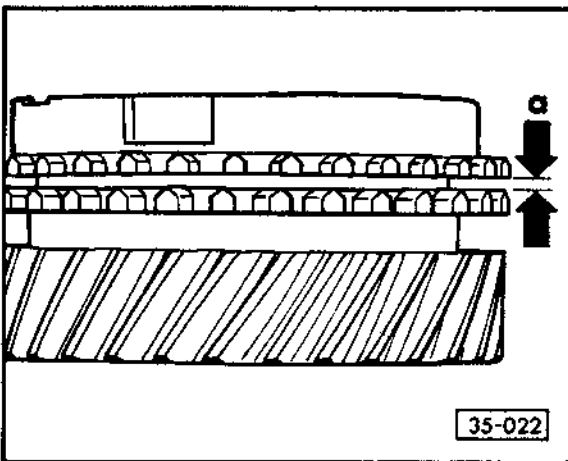

Abb. 2 Synchronringe prüfen
- auf Verschleiß prüfen – Abb. 2